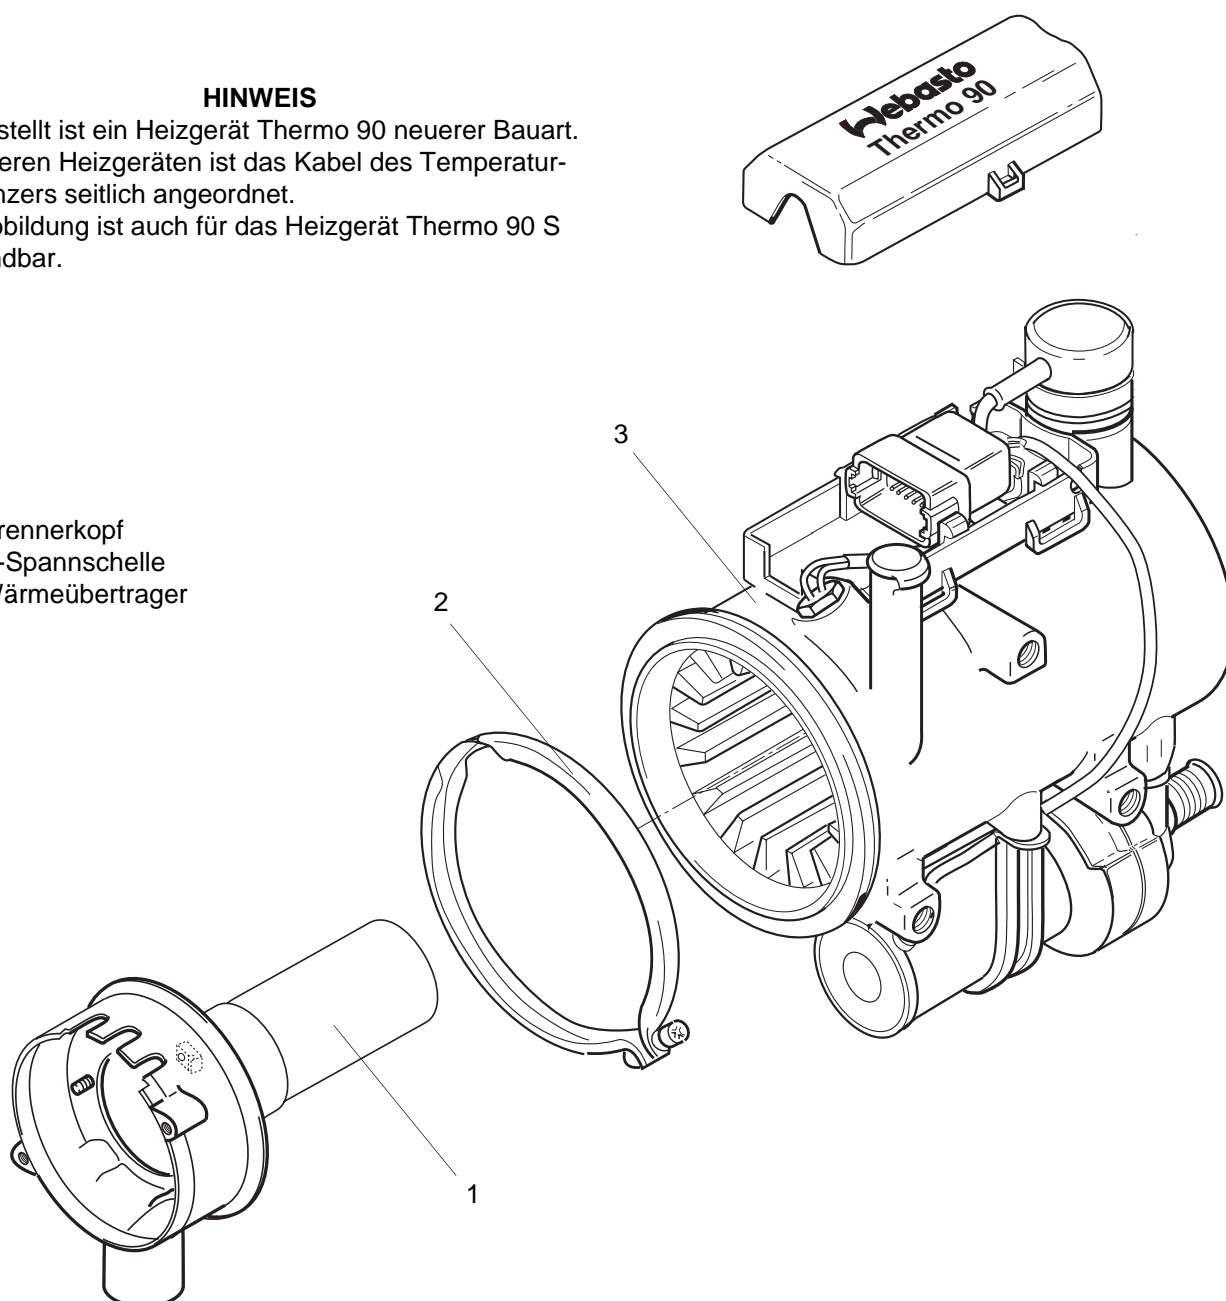

Abb. 906 Wechsel des Brennerkopfes
4. Befestigungsschraube der V-Spannschelle (2, Abb. 906) entfernen und Spannschelle abziehen.
5. Brennerkopf (1) aus dem Wärmeübertrager (3) herausziehen und entfernen.
1. Brennerkopf (1, Abb. 906) in den Wärmeübertrager (3) einführen, ggf. ausrichten und mit der V-Spannschelle (2) befestigen.